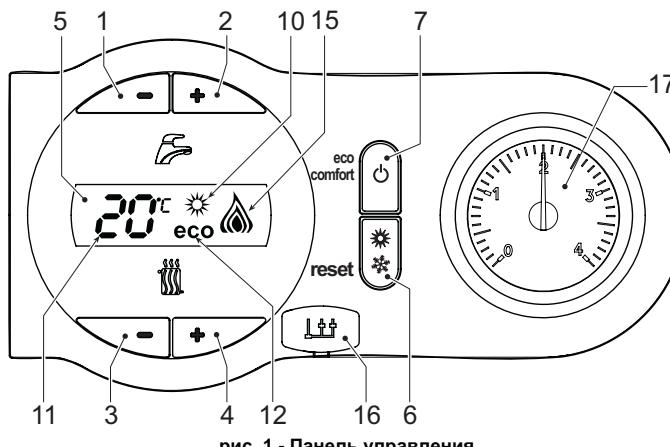
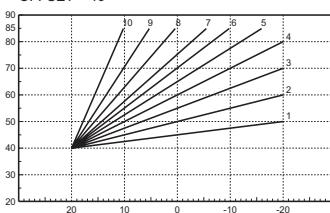

рис. 1 - Панель управления
рис. 6 - Пример параллельного смещения компенсационных характеристик
**Условные обозначения на панели управления рис. 1**
Во время запроса на отопление (направляемого комнатным термостатом или пультом ДУ с таймером) на дисплее отображается фактическая температура в контуре отопления (поз. 11 - рис. 1) и во время ожидания отопления - надпись "d2".
Во время запроса на ГВС (вызываемого потреблением горячей воды ГВС) на дисплее отображается фактическая температура выходящей горячей воды ГВС (поз. 11 - рис. 1) поочередно с надписью "SA" (ГВС) и во время ожидания подачи горячей воды - надпись "d1".
В случае неисправности (см. сар. 4.4) на дисплее отображается код неисправности (поз. 11 - рис. 1) и во время ожидания - надписи "d3" и "d4".
Нажмите кнопку "Вкл/Выкл" (поз. 7 - рис. 1) на 5 секунд.
Когда котел выключен, на электронный блок продолжает подаваться электрическое питание. При этом не происходит нагрева воды для систем отопления и ГВС. Остается активной система защиты от замерзания. Для повторного включения котла снова нажмите кнопку "Вкл/Выкл" (поз. 7 рис. 1) на 5 секунд.
Нажмите кнопку "Лето"/"Зима" (поз. 6 - рис. 1) на 2 секунды.
На дисплее высветится символ "Лето" (поз. 10 - рис. 1): При этом котел будет вырабатывать только воду для ГВС. Остается активной система антизамерзания.
Для выключения режима "Лето" вновь нажмите кнопку "Лето"/"Зима" (поз. 6 - рис. 1) на 2 секунды
Температура в системе отопления регулируется в пределах от 30°C до 85°C с помощью кнопок рис. 1 (дет. 3 и 4 -); однако, не рекомендуется эксплуатировать котел при температуре ниже 45 °C.
Температура рис. 1в в системе ГВС регулируется в пределах от 40°C до 50°C с помощью кнопок (поз. 1 и 2 -).
Данное устройство может быть отключено пользователем (режим ECO), нажав клавишу eco/comfort (поз. 7 - рис. 1). При работе в режиме ECO на дисплее высвечивается соответствующий символ (поз. 12 - рис. 1). Для включения режима "КОМФОРТ" снова нажмите кнопку "Экономичный"/"Комфорт" (поз. 7 - рис. 1).
В режиме плавающей температуры величина, заданная с помощью кнопок регулировки температуры в системе отопления (поз. 3 - рис. 1), становится максимальной температурой воды, подаваемой в систему отопления. Рекомендуется устанавливать ее на максимальную величину, чтобы позволить системе выполнять регулировку во всем полезном рабочем диапазоне.
При нажатии на 5 секунд кнопки "СБРОС" (поз. 6 - рис. 1) открывается доступ в меню "Плавающая температура"; при этом на дисплее мигает символ "CU".
Используйте кнопки регулировки воды ГВС (поз. 1 - рис. 1) для выбора нужной компенсационной характеристики от 1 до 10. При установке характеристики на 0, режим "плавающей температуры" отключается.
При нажатии кнопок регулировки температуры отопления (поз. 3 - рис. 1) открывается доступ к параллельному смещению характеристики; при этом на дисплее мигает символ "OF". Используйте кнопки регулировки воды ГВС (поз. 1 - рис. 1) для параллельного изменения кривых в соответствии с характеристикой (рис. 6).
При повторном нажатии на 5 секунд кнопки "Сброс" (поз 6 - рис. 1) осуществляется выход из меню "Плавающая температура".